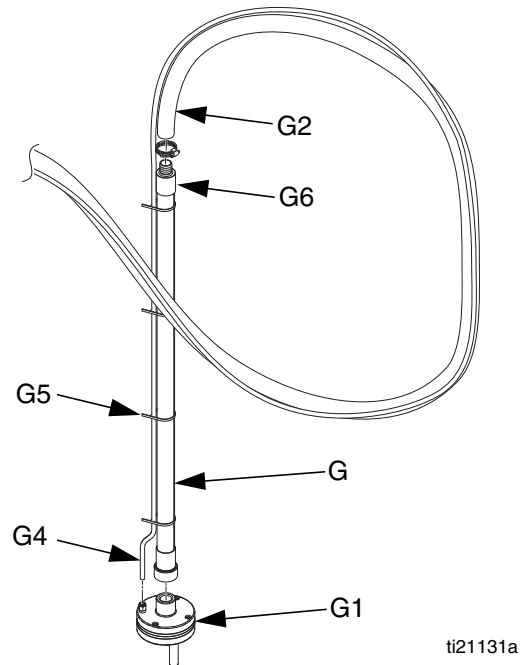

FIG. 8
6. Aplique sellador de tuberías en las roscas y, a continuación, conecte el tubo mezclador de acero (G) al cabezal del mezclador (G1). Consulte FIG. 8.
7. Conecte la manguera transparente de transferencia de vacío de 33 mm (1,3 pulg.) (G2) al tubo del mezclador de acero (G) y sujete con la abrazadera de manguera suministrada. Consulte FIG. 8.
8. Coloque la línea de aire con un diámetro externo de 3/8 pulg. (G4) junto a la manguera transparente de transferencia de vacío de 33 mm (1,3 pulg.) (G2) y sujete en varios puntos con los precintos suministrados (G5). Consulte FIG. 8.
NOTA: Si la acumulación de estática en el tubo de alimentación (G) es excesiva, instale el kit opcional de conexión a tierra del tubo de alimentación 24R708 en el extremo del tubo de alimentación (G6). Consulte FIG. 8.